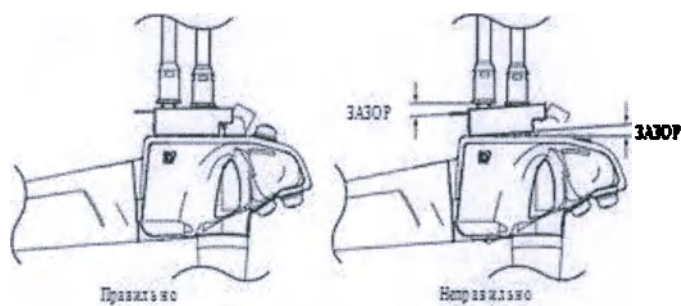

Рис.1.9.
- 3) Убедитесь, что адаптер для очистки закреплён параллельно эндоскопу, как показано на Рис. 1.9. Если он закреплён под углом, снимите и заново закрепите его правильно.